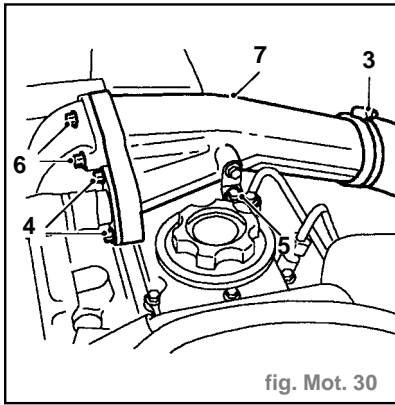

fig. Mot. 30
- Desserrer le collier (3) et débrancher la durite inférieure de refroidisseur intermédiaire du tuyau d'admission de collecteur d'admission (fig. Mot.30).